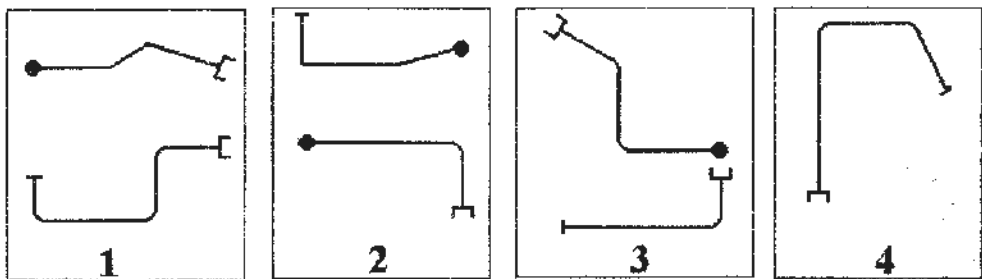
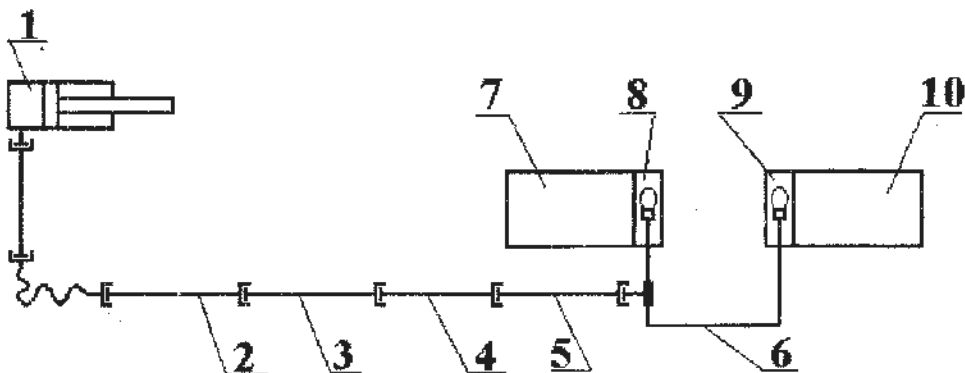
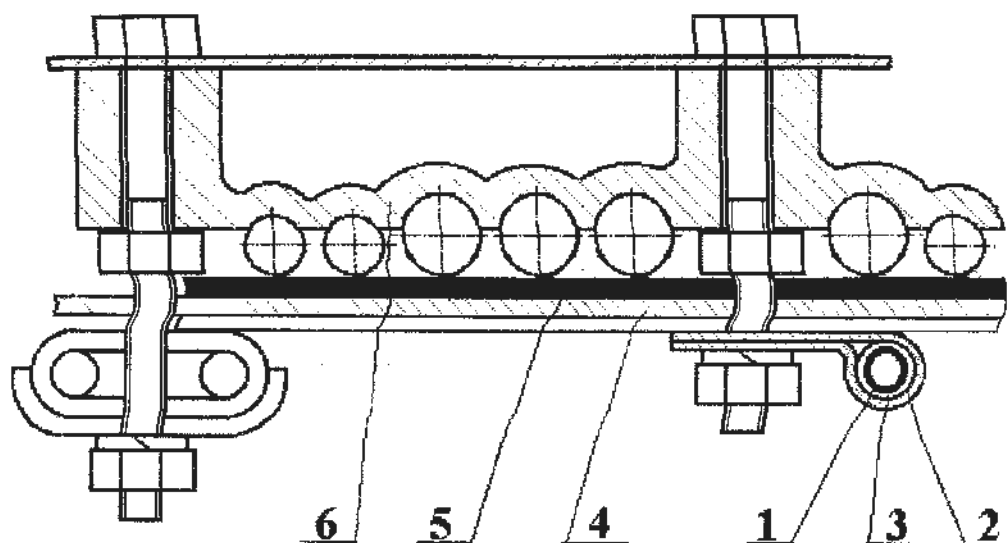

Рис. 186. Конфигурация трубопроводов гидропривода механизма очистки воздухозаборника:
Рис. 187. Схема соединения трубопроводов гидропривода механизма очистки воздухозаборника:
Рис. 188. Крепление трубопровода на площадке водителя:
9.7.1. Для обеспечения работы механизма очистки воздухозаборника к измельчителю прикладывается комплект трубопроводов и детали для их крепления. Гидропривод механизма очистки воздухозаборника подключается в линию управления трехсекционного или четырехсекционного распределителя и срабатывает при выводе рукояток распределителя из нейтрального положения. Для удобства ориентации при монтаже, на рис. 186 показана упрощенная конфигурация трубопроводов гидропривода механизма очистки воздухозаборника. Монтаж трубопроводов следует производить, руководствуясь схемой на рис. 187, закрепив трубопроводы на колодках 6 скобами 2 с прокладками 3, как показано на рис. 188 - 191.